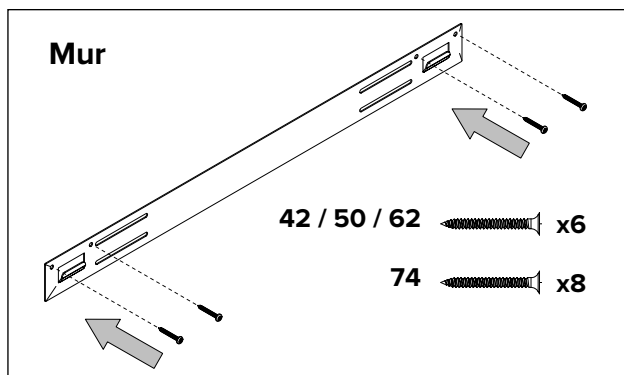

Fig. 3
5. Marquez l'emplacement, puis fixez le support au mur à l'aide des vis et des ancrages, au besoin (fournis). Ce support DOIT avoir les crochets orientés vers le haut et DOIT être de niveau (**Fig. 3**).